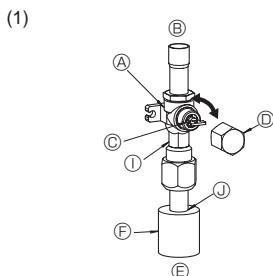
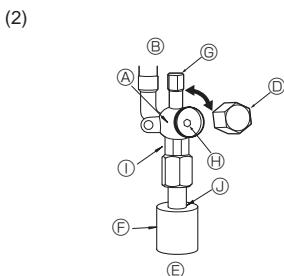

Fig. 4-6
Fig. 4-7
- (1) RP100-250 modellerinin gaz tarafı (Fig. 4-6)
- ① Kapağı çıkarın, kolu kendinize doğru çekip saat yönünün tersine 1/4 devir çevirerek açın.
- ② Stop valfinin tamamen açık olduğundan emin olun, kolu içeri itin ve başlığı çevirerek tekrar ilk konumuna getirin.
- (2) RP100-250 modellerinin sıvı tarafı ve RP35-71 modellerinin Gaz/Sıvı tarafı (Fig. 4-7)
- ① Başlığı çıkarın ve 4 mm'lik bir altigen somun anahtarıyla vana çubuğu giidebileceği yere kadar saat yönünün tersine döndürün. Tampona dayanınca döndürmeye son verin.